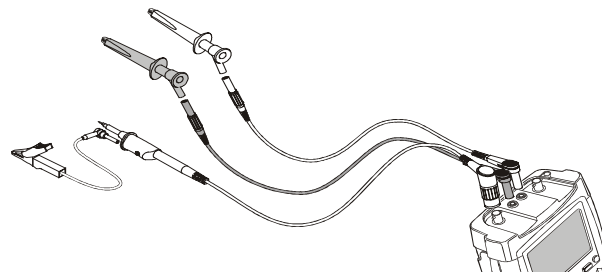

Рис. 19. Запись осциллограмм с внешним запуском развертки
- 4 Подайте сигнал, который будет записываться, на красный входной BNC-разъем А. Подайте внешний сигнал на внешние входные разъемы типа "банан" (красный и черный). (См. рис. 19.)